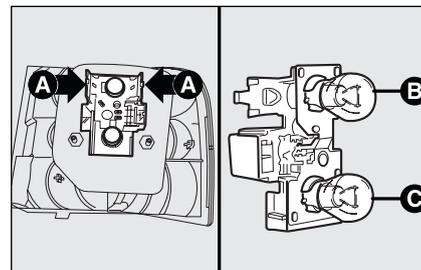

fig. 38
- premere verso l'interno le alette laterali **A-fig. 38** di bloccaggio portalam-pade in modo da estrarlo dalla sua sede;